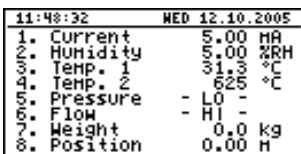

Abb. 6.10. Modus "Kanalliste" (Werte)
- Der Modus **"Kanalliste"** (Abb. 6.10, 6.11) ermöglicht die Ansicht der Messergebnisse aller aktiven Messkanäle in numerischer oder grafischer (Balken) Form.